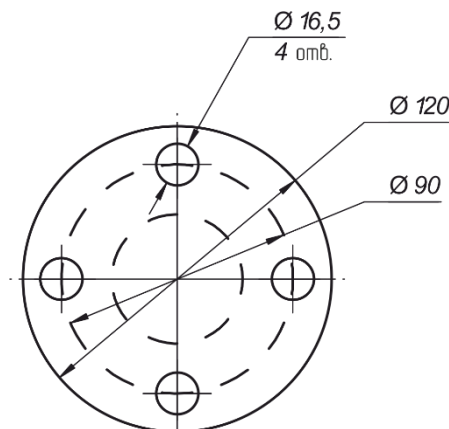

Рисунок 10. Разметка установочных отверстий
2. На стойках секции закрепите винтами патрубки ЛКД-Д50/32-01 (11) для крепления поручней. Винты входят в комплект поставки патрубков.
3. Разметьте и просверлите отверстия на установочной поверхности под анкеры М10 (М12) в соответствии со схемой разметки (см. рис. 10). Сначала размечаются центры установки стоек секции ограждения, затем от них размечаются точки крепления стоек, допускается использование в качестве шаблона непосредственно самих фланцев стоек.
2. Выставьте стойку (для поворотной створки) в месте монтажа. Через отверстия в основании произведите их разметку на установочной поверхности (см.рис.10).